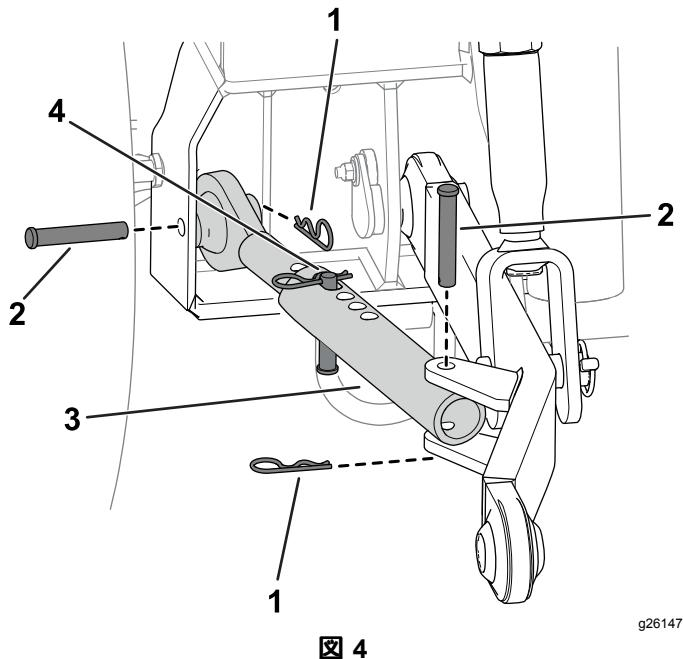

図 4
4. クレビスピンとペアピンコッターで、スウェイリンクを機体フレームに取り付ける図4。
**注** 図3と図4は機体左側のリンクの取り付けです。機体の反対側でも同じ作業を行ってください。
5. クレビスピンとヘアピンコッターで、スウェイリンクをドラフトリンクに取り付ける図 4。
6. クレビスピンとヘアピンコッターをスウェイリンクに取り付ける図 4。